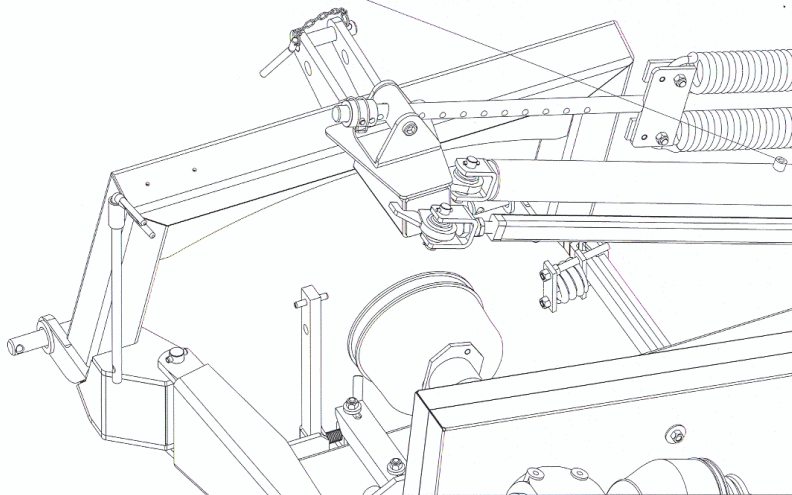

Bild 6
Achtung! Rastfeder soll in Fahrtrichtung nach links zeigen (Bild 6).
5. Konsole 051851 (7) an das Tragkreuz montieren (Bild 6).